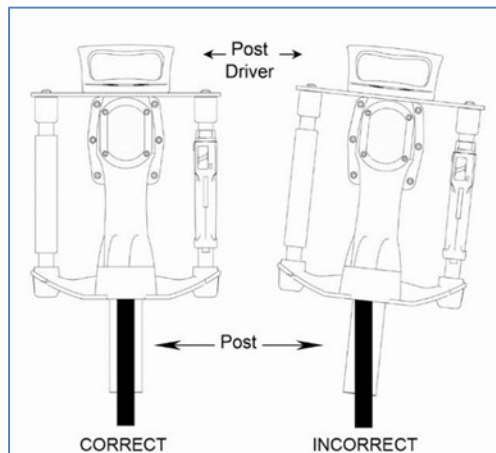

Figura 5: El conductor debe mantenerse nivelado con respecto al poste durante la operación.
4. Levante el destornillador sobre el poste, luego asegúrese de que el destornillador esté nivelado con el poste y que el poste esté centrado en el cañón del destornillador (vea la Figura 5).